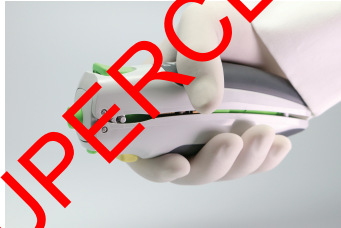
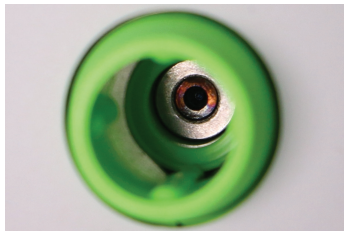

Abbildung 3
Abbildung 4b
- b) Drücken Sie die Griffe des Injektionsapparats, bis sie sich schließen und einrasten, wie in Abbildung 3 gezeigt. Vergewissern Sie sich, dass der Injektionshammer sich in der geladenen Position befindet, wie in Abbildung 4b gezeigt, sobald die Griffe des Injektionsapparats geschlossen sind.